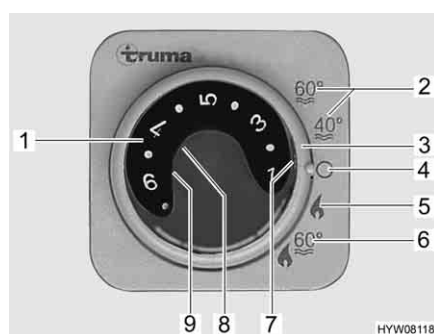

Fig. 104 Centralina di controllo per riscaldamento/boiler
- Impostare la modalità di funzionamento tramite l'interruttore girevole (Fig. 104,3).
A seconda della temperatura ambiente desiderata, il riscaldamento seleziona automaticamente il livello del bruciatore necessario. Al raggiungimento della temperatura ambiente desiderata, il bruciatore si spegne. Durante la modalità di funzionamento "Riscaldamento e boiler" (Fig. 104,6) è riscaldata anche l'acqua nel boiler. Nella modalità di funzionamento "Riscaldamento senza boiler" (Fig. 104,5) è possibile far funzionare il riscaldamento con il boiler vuoto.
- Impostare la manopola della temperatura (Fig. 104,1) sulla centralina di controllo scegliendo la potenza desiderata.
- Posizionare l'interruttore girevole (Fig. 104,3) su funzionamento invernale "Riscaldamento senza boiler" (Fig. 104,5) o "Riscaldamento e boiler" (Fig. 104,6).
Si accende la spia verde di controllo (Fig. 104,7).
- Posizionare l'interruttore girevole (Fig. 104,3) su "O" (Fig. 104,4).
La combinazione funzionamento a gas e funzionamento elettrico a 230 V diminuisce il tempo di riscaldamento (è possibile solo se il riscaldamento viene impostato sulla centralina di controllo (Fig. 104) su funzionamento invernale).